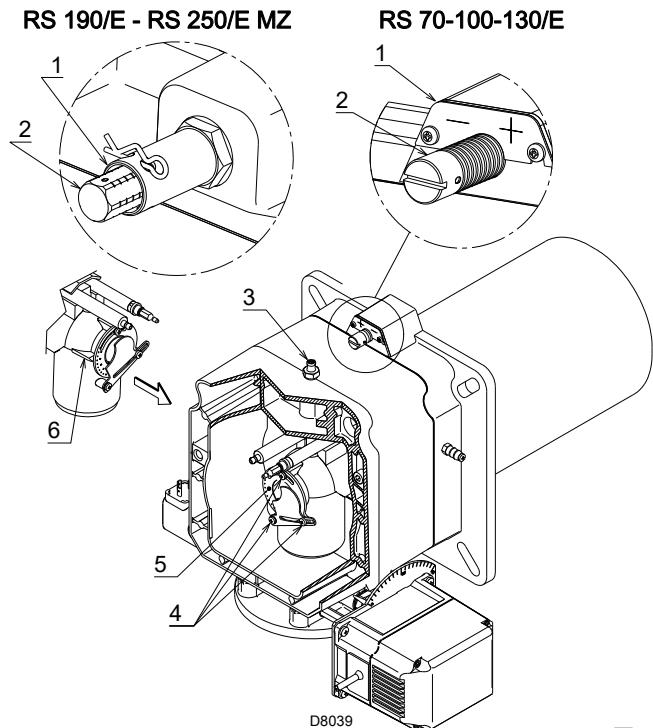

图 18
- 旋转螺丝 2)(图 18) 直至刻槽与法兰前表面 1) 对齐。
为了方便调节，可先拧松螺丝 3)(图 18)，调节后在拧紧。
- 拧松螺丝4(图18),旋转环5直至其上所确定的刻度与另一刻度6)对齐。